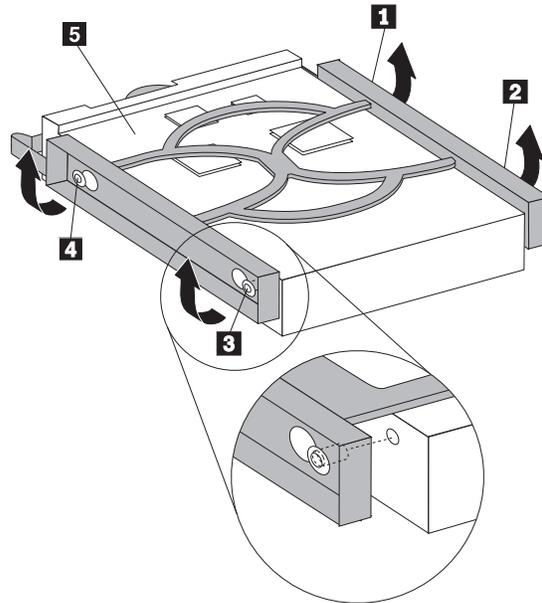

図 20. ハードディスクの交換
5. 新しいドライブをブラケットに取り付けます。ブラケットを広げ、ブラケット上のピン **1** から **4** をハードディスクの穴に合わせます。図 20を参照してください。ハードディスク下部の回路ボード **5** には、手を触れないでください。